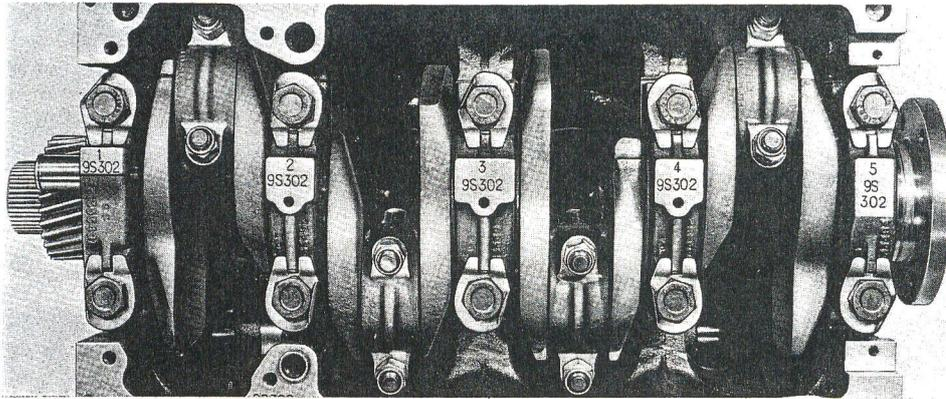

Fig. K3 — Numéros de série et repères de mise en place des chapeaux de paliers.
N.B. : S'assurer que les chapeaux de paliers sont correctement orientés. Chacun d'eux est marqué selon son emplacement sur le moteur en commençant par le N° 1 à l'avant du moteur (côté distribution). Un numéro de série est poinçonné sur chaque chapeau, identique à celui reproduit sur la face inférieure du bloc-cylindres. Ces numéros doivent être dans le même sens (fig. K3).
6. Reposer les demi-coussinets inférieurs dans les chapeaux de paliers. Lubrifier les demi-coussinets et remettre les chapeaux à leur place respective en s'assurant que les demi-rondelles de butée inférieures sont bien à leur place de chaque côté du chapeau du palier central. S'assurer que les chapeaux de paliers sont correctement montés. Ils sont numérotés de 1 à 5 en partant de l'avant du moteur. Un numéro de série est également poinçonné sur chaque chapeau de palier, identique à celui reproduit sur la face inférieure du bloc-cylindres. Ces numéros doivent être dans le même sens (fig. K3).